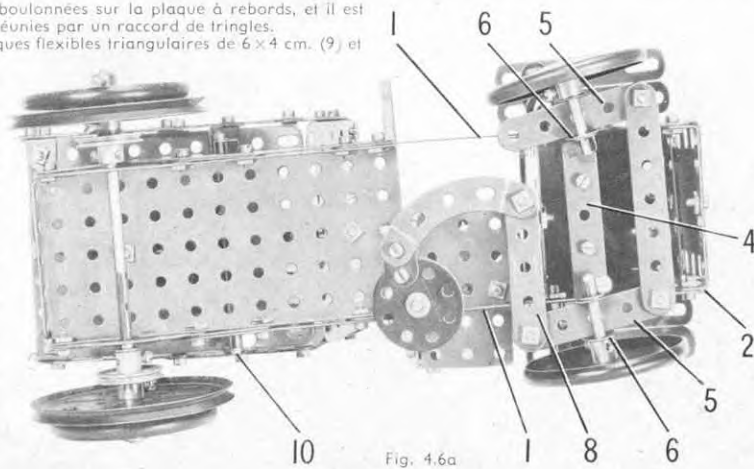

Fig. 4.6a
Le châssis est une plaque à rebords de 14 x 6 cm., prolongée par des bandes de 11 trous (1). Ces bandes dépassent la plaque à rebords de deux trous, et elles sont réunies par une bande coudée de 60 x 12 mm. (2) (Fig. 4.6a). L'avant du poste de conduite est une moitié de plaque à charnières fixée à une extrémité de la plaque à rebords par un support plat.
Une bande de 7 trous (4) (Fig. 4.6a) est boulonnée sur une bande coudée de 60 x 12 mm. fixée sur les bandes (1). Les bandes de 5 trous (5) passées dans les supports doubles (6) sont libres de pivoter sur des boulons de 9,5 mm., articulés sur la bande (4) par contre-écrou. Les bandes (5) sont réunies l'une à l'autre par une bande de 7 trous tenue par des boulons munis de contre-écrous. Deux roues d'auto sont bloquées sur des tringles de 4 cm. qui passent dans les supports doubles (6).